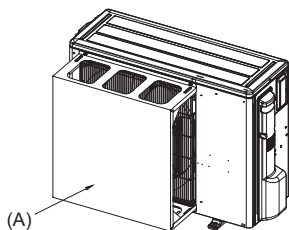
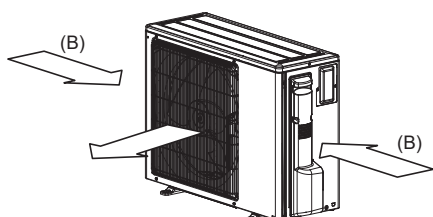

Fig. 2-5
Fig. 2-6
- (2) Instale uma guia de protecção de ar opcional se a unidade estiver instalada num local sujeito a fortes ventos, como no caso de tufões, etc., que possam entrar directamente na saída de ar. (Fig. 2-5)
- (A) Guia de protecção de ar
- (3) Posicione a unidade de forma a que o ar seja libertado perpendicularmente à direcção do vento, se possível. (Fig. 2-6)
- (B) Direcção do vento